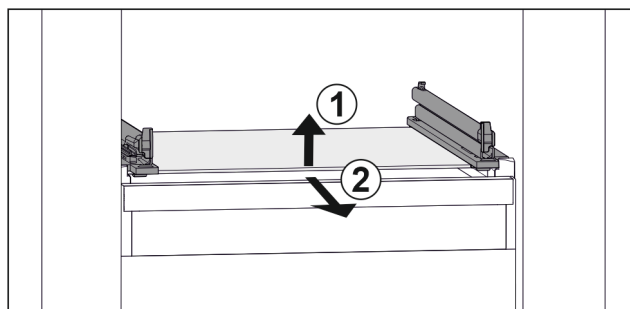

Fig. 50 Stiklinės lentynėlės atvaizdo pavyzdys
- ▶ Pakelkite stiklinę lentynėlę priekyje. Fig. 50 (1)
- ▶ Išimkite stiklinę lentynėlę į priekį. Fig. 50 (2)